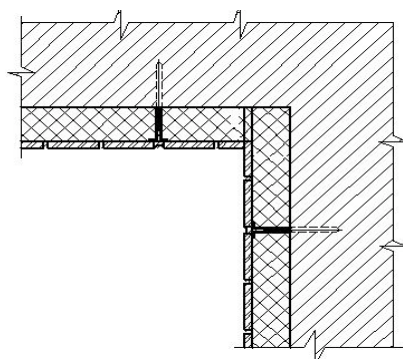

Рис. 5.
- в угловой зоне (внутренний угол) облицовочные плиты монтируют в стык. см. рис. 5.